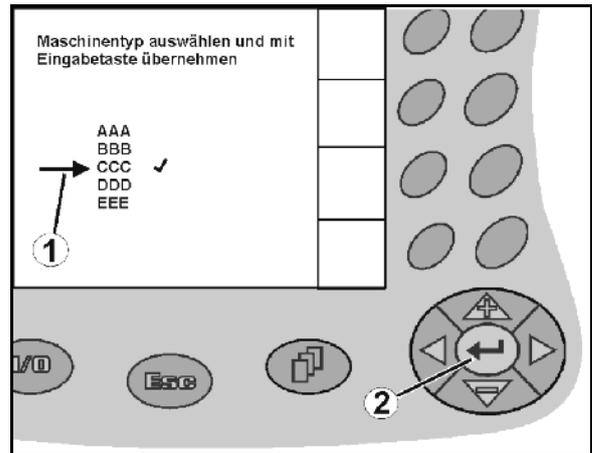

Fig. 16
1. Auswahl (Fig. 16/1) mit  und  positionieren.
2.  Die Auswahl übernehmen (Fig. 16/2).